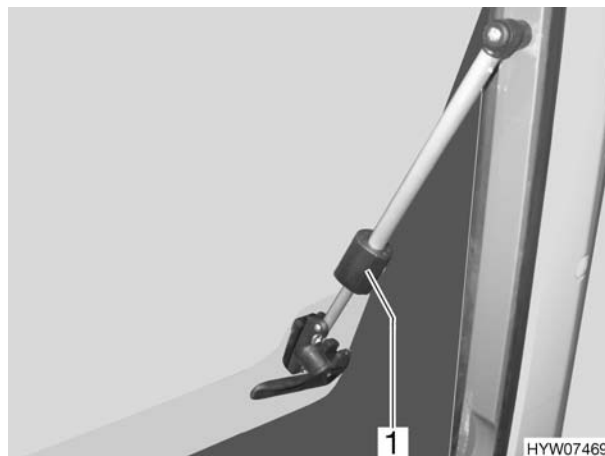

Fig. 22 Finestra apribile, aperta
- Aprire la finestra apribile fino alla posizione desiderata e fissarla mediante il pomello zigrinato (Fig. 22,1).
- Girare il pomello zigrinato (Fig. 22,1) fino a che l'arresto viene sbloccato.